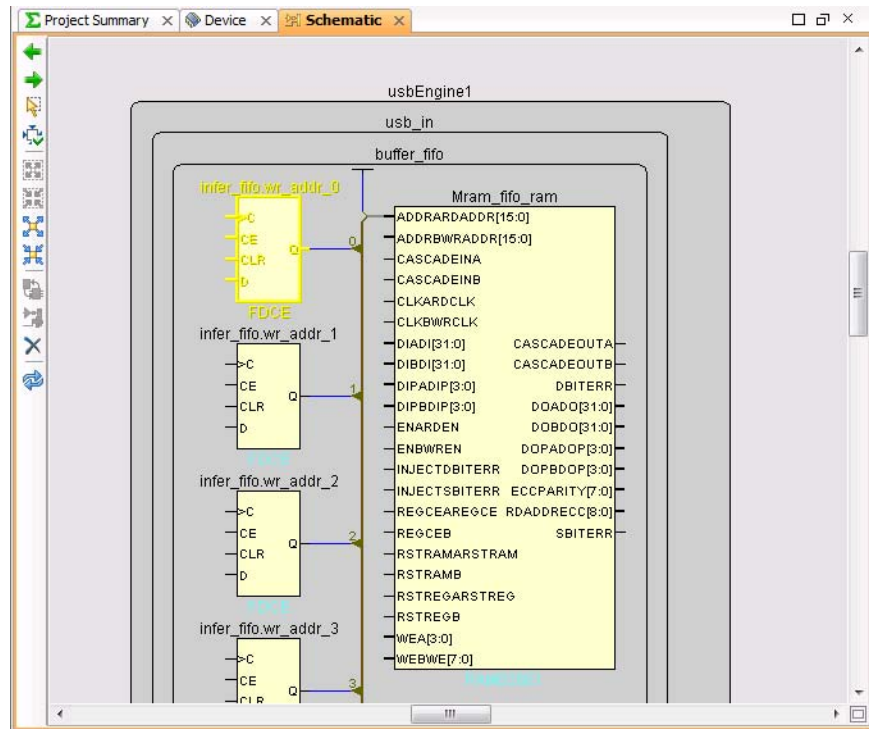

図 35 : [Schematic] ビューでのロジックの展開表示
20. ADDRARDADDR[15:0] ピンをダブルクリックすると、このピンに接続されているロジックが展開表示されます (図 35)。